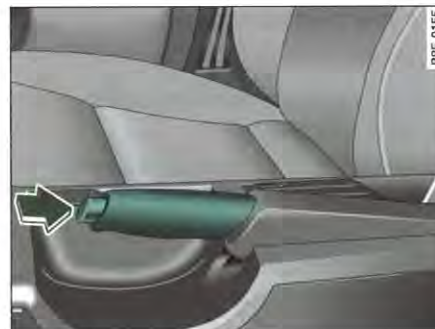

Fig. 146 Vue partielle de la console centrale : frein à main serré
- Tirez quelque peu le levier de frein à main vers le haut en appuyant sur le bouton de verrouillage ⇒ fig. 146 -flèche-.